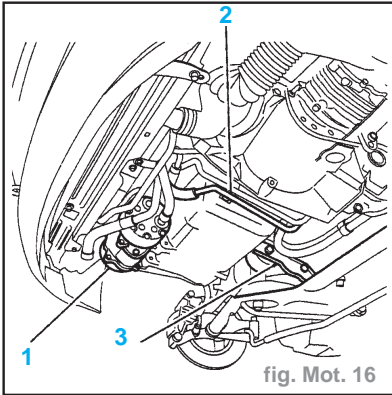

fig. Mot. 16
- Sans débrancher les canalisations, écarter et brider le compresseur de réfrigération (1) (fig. Mot. 16).